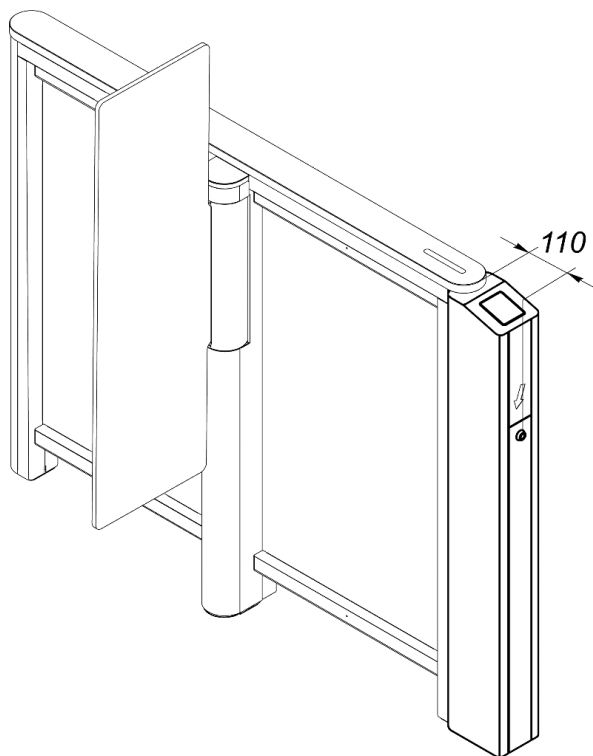
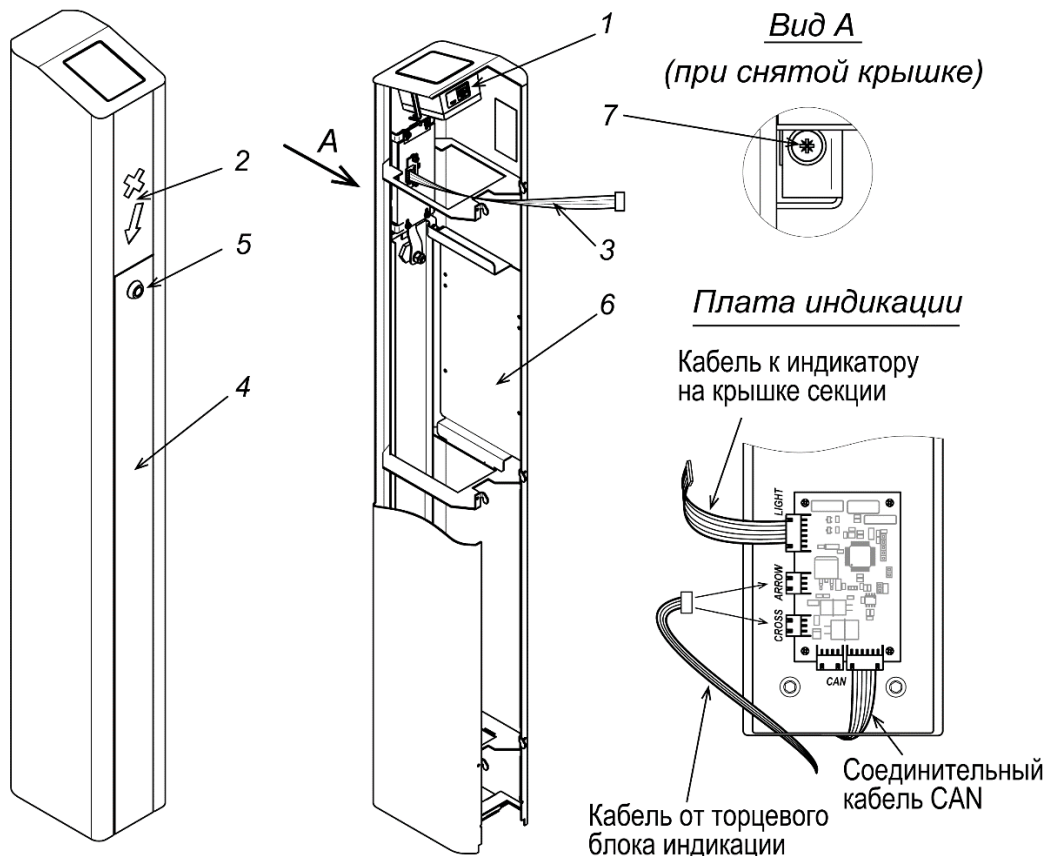

Рисунок 1. Секция PERCo-ST-11 с установленной панелью PERCo-FP-11Q.1
Рисунок 2. Передняя панель PERCo-FP-11Q.1
Порядок монтажа скоростного прохода **PERCo-ST-11** – см. в *Руководстве по эксплуатации PERCo-ST-11*. При этом необходимо учитывать, что общая длина секции скоростного прохода с установленной панелью **PERCo-FP-11Q.1** увеличивается на 110 мм (см. рис.1).
Панель **PERCo-FP-11Q.1** устанавливается на скоростной проход **PERCo-ST-11** вместо стандартной передней панели секции (см. рис. 1). Устройство панели **PERCo-FP-11Q.1** показано на рис. 2. Далее номера позиций указаны в соответствии с рис. 2.
3. Из передней панели демонтируйте плату индикации, для чего открутите 4 винта, крепящие ее к кронштейну внутри передней панели. Плату индикации зафиксируйте внутри верхнего короба под крышкой секции на 4-х самоклеящихся площадках-фиксаторах из комплекта поставки панели **PERCo-FP-11Q.1**. Подключите соединительный кабель CAN к плате индикации (см. рис. 2).
4. Распакуйте панель **PERCo-FP-11Q.1**. Ключом из комплекта поставки откройте замок (5) передней крышки панели (4) и снимите ее. При необходимости установите контроллер СКУД внутри панели.
7. С помощью кабеля (3) подключите торцевой блок индикации (2) к плате индикации в секции **PERCo-ST-11**. Порядок подключения кабелей к плате индикации показан на рис. 2:
9. Установите на место крышку скоростного прохода, не забудьте подключить кабель индикатора крышки из искусственного камня в разъем LIGHT платы индикации (см. рис. 2).